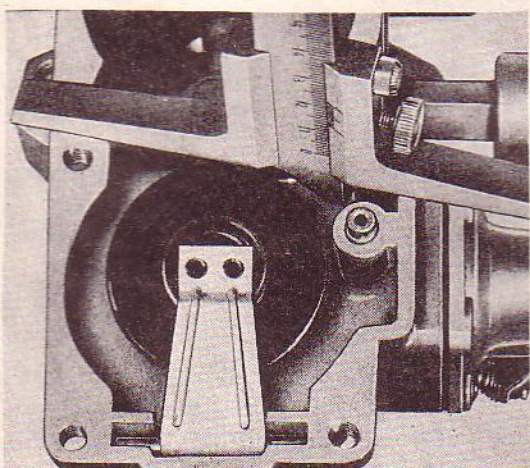

Bild 80. Mätning av bränslenivån i flottörhuset.
5. Låg bränslenivå i flottörhuset. Nivån skall vara 12 - 14mm under delningsplanet som bild 80 visar.